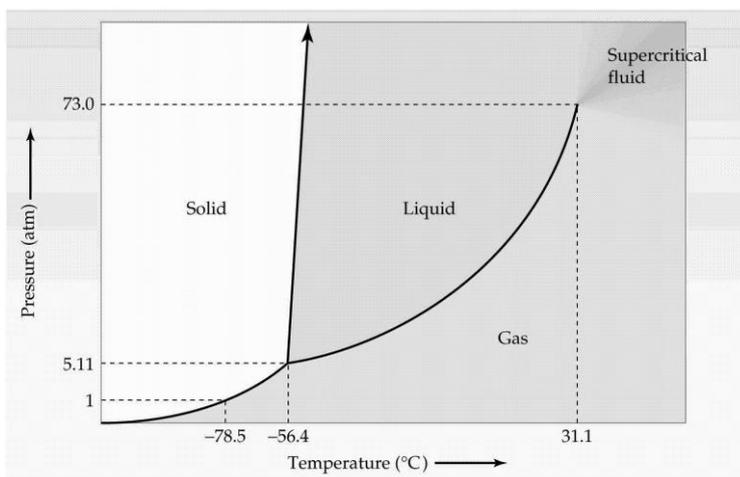

Figura 8. Diagrama de fases del dióxido de carbono
7.3. La captura y almacenamiento de CO₂ es una técnica en fase experimental para reducir las emisiones de este gas de efecto invernadero. Para ello, el CO₂ debe licuarse para transportarlo por medio de gasoductos. De forma sencilla, puede decirse que la licuefacción de un gas implica las siguientes etapas: enfriamiento, compresión y calentamiento del gas. La figura 8 muestra el diagrama de fases del dióxido de carbono: